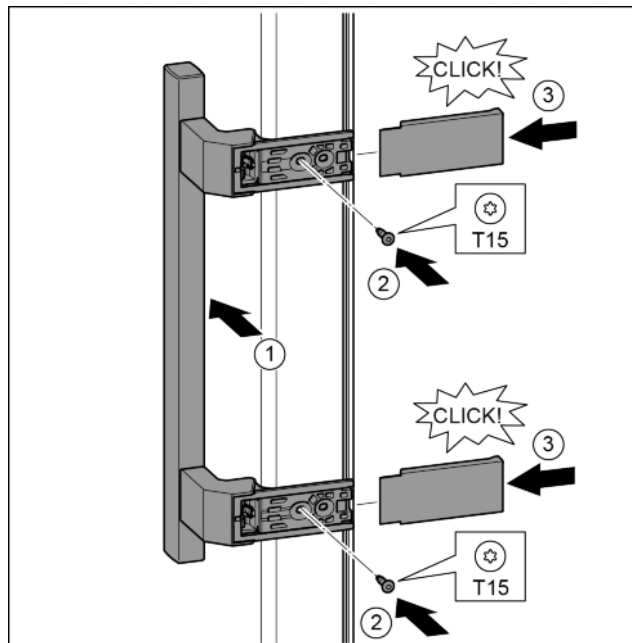

Fig. 31
- Установить ручку на противоположной стороне. Fig. 31 (1)
- Затянуть винты отверткой T15. Fig. 31 (2)
- Установить крышки сбоку и надвинуть. Fig. 31 (3)